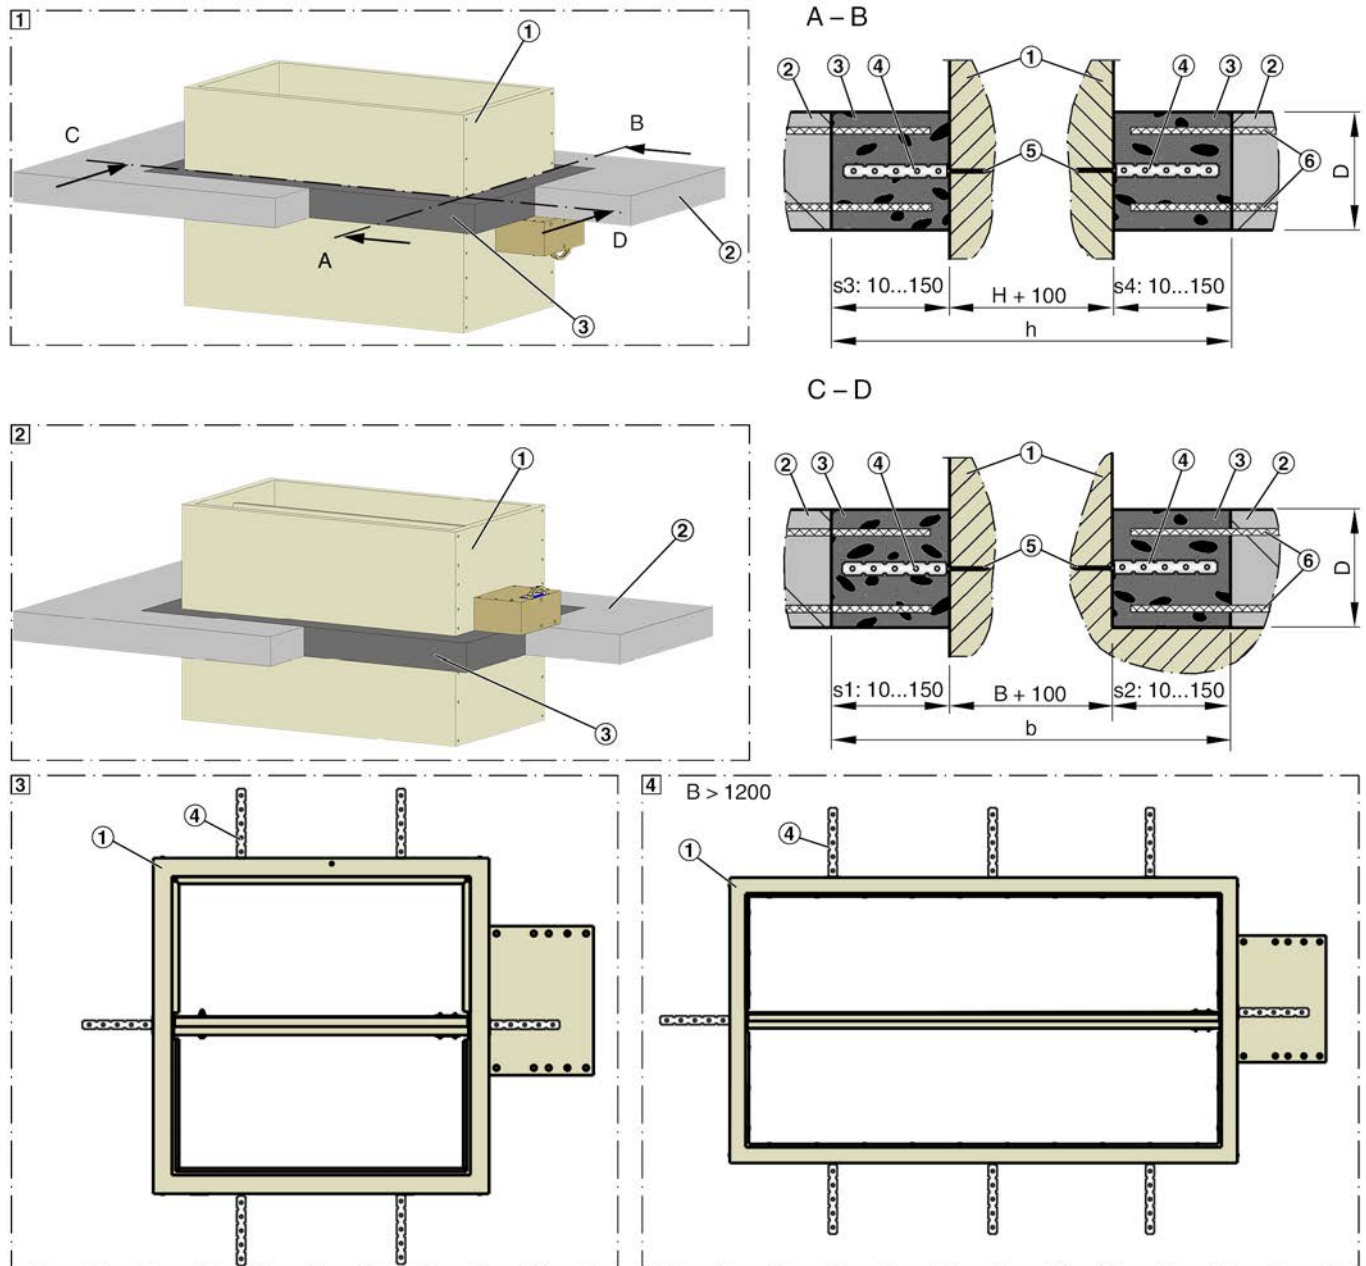

Fig. 15: Instalación en forjado con mortero, índice de clasificación:  $h_{ow}$
1. ▶ Realizar la abertura de instalación en cumplimiento con Fig. 15 .